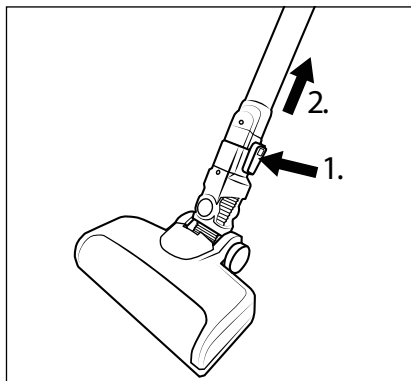

Bild 12
- ♦ För att ta av golvborsten **22** från dammsugarröret **24** håller du upplåsningsknappen för golvborsten **23** intryckt och drar samtidigt loss dammsugarröret **24** från golvborsten **22** (se bild 12).